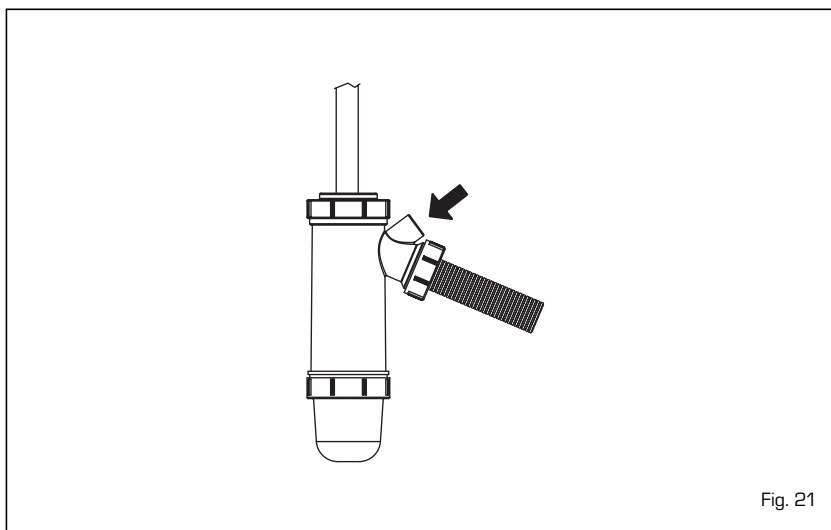

Fig. 21
4.4 PULIZIA E MANUTENZIONE (fig. 21)
L'eventuale riempimento si effettua dall'apposito imbocco (fig. 21).